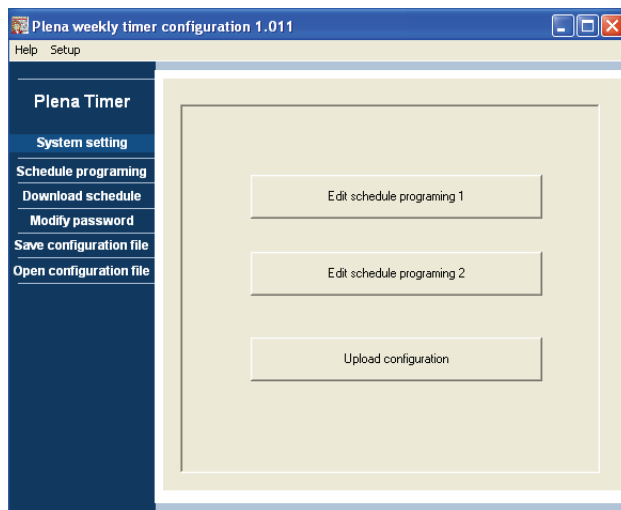

figure 8.16: Boutons Programming et Upload
- 1 Depuis le menu principal, cliquez sur le bouton Schedule programming. La fenêtre suivante s'affiche (voir figure 8.16).